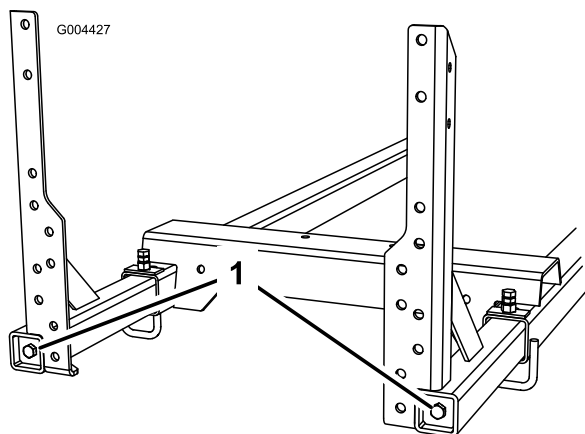

Figura 8
4. Serrate i bulloni del telaio della barra (Figura 8). Serrate i bulloni a una coppia di 91-113 N-m.